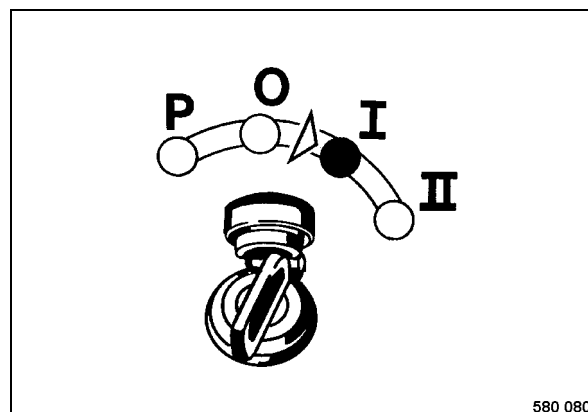

Fig. 79
- Colocar el interruptor de encendido y arranque a posición „I“ (Fig. 79).